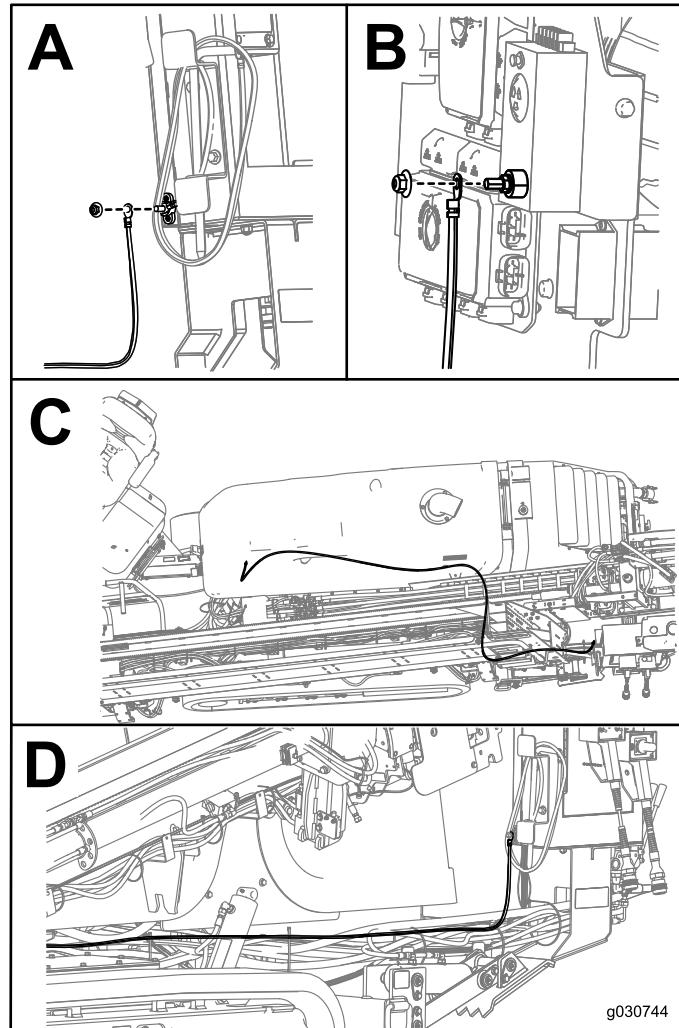

Figura 6
3. Conecte o cabo do Zap-Alert ao bloco de junção com uma porca flangeada (3/8"), como mostrado na Caixa A da Figura 6.
4. Encaminhe o cabo do Zap-Alert, como mostrado nas Caixas C e D da Figura 6.
5. Ligue o cabo do Zap-Alert à máquina com uma porca flangeada (3/8 pol.), como mostrado na Caixa B da Figura 6.